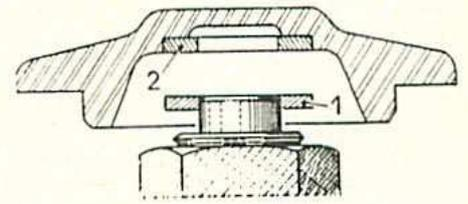

Fig. 32. — Extrémité du démultiplicateur.
- Placer la piste de butée (1) (fig. 32) sur l'extrémité du démultiplicateur.
**Nota :** La face rectifiée de la piste (1) doit être orienté vers l'extérieur et non côté roue d'angle.
- Vérifier dans le chapeau de roulement si le logement de la butée est propre mettre un peu de graisse dans le fond et y placer la bague de réglage (2); (cette bague a les mêmes caractéristiques que la butée à aiguilles).
- Nettoyer la portée des rondelles de calage, vérifier l'état des cales épaisseur (A) (bavures) et les mettre en place. Présenter la piste (1) face rectifiée en dessus, le chapeau de roulement avec sa bague (2). Ne pas utiliser la butée à aiguilles, poser les 4 écrous et bloquer diamétralement. Vérifier le jeu de l'arbre démultiplicateur et retoucher, s'il y a lieu, le jeu doit être gras.
- Déposer le chapeau de roulement et retirer la bague de réglage (2) (fig. 32) mettre de côté, en réserve, les rondelles de calage du roulement.